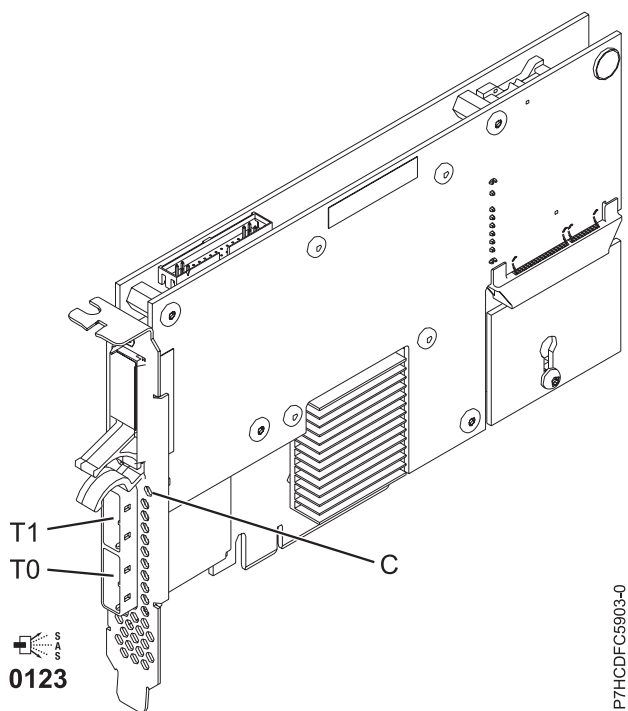

Figure 66. Carte SAS RAID PCIe double accès - x4 3 gigabits
L'adaptateur 5903 ou 5805 possède un voyant ((C) dans la figure 66, à la page 242) qui clignote si des données sont présentes en cache. Le voyant de présence de données en cache clignote lorsqu'il y a de possibles données présentes dans le cache de l'adaptateur. Si le voyant indiquant la présence de données en cache clignote, ne remplacez pas le bloc de batteries de cache. S'il est remplacé pendant que le voyant clignote, les données en cache seront perdues. Voir la figure 66, à la page 242 pour localiser le voyant de présence de données en cache sur cet adaptateur.